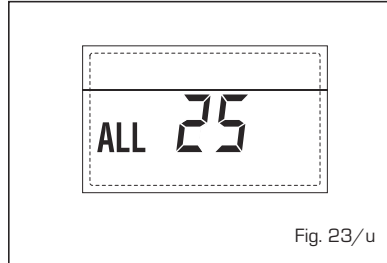

Fig. 23/u
**- ANOMALÍA AVERÍA SONDA SOLAR S3 "ALL 26" (fig. 23/v)**